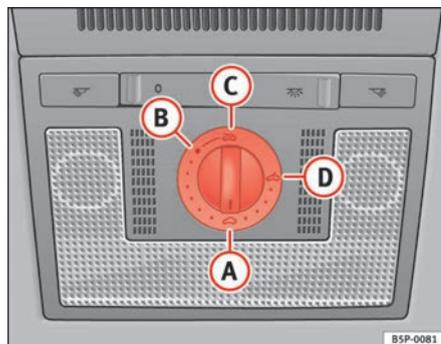

Abb. 70 Ausschnitt aus Dachhimmel: Drehschalter Schiebe-/Ausstelldach
- Drehen Sie den Drehschalter in Stellung **A** ⇒ Abb. 70 ⇒ .